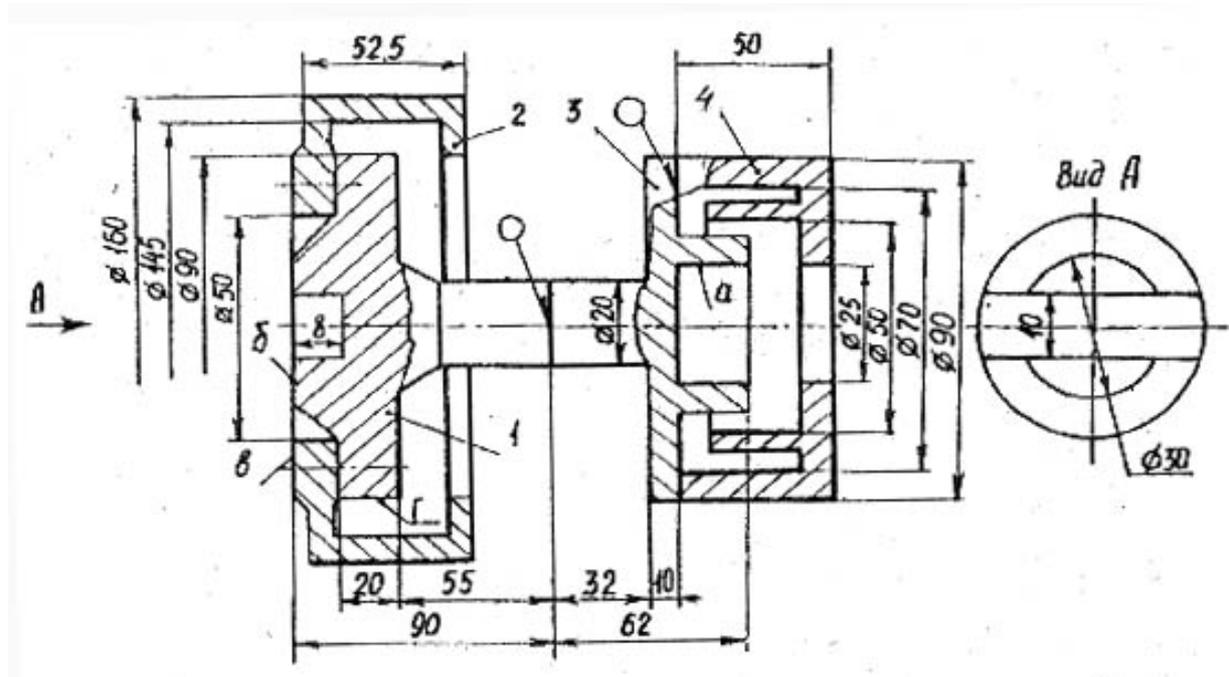

Рис. 7. Учебный узел 7
*Рис. 7.* Получить литьем заготовку детали 2 (материал КЧ 35-10, производство массовое), припуски нанести на поверхность "в" и поверхность, прилегающую к детали 1. Заготовку детали 1 (материал сталь 45, производство массовое) выполнить горячей объемной штамповкой. Припуски наносятся на все поверхности фланца 1, кроме хвостовика диаметром 20 мм. Обработать резанием поверхность "б" (шероховатость  $2.5V$ ), паз шириной 10 мм детали 1. Сварить деталь 1 с деталью 3, производство массовое.
*Рис. 7.* Заготовку детали (материал сталь 45, производство единичное) получить литьем, припуски нанести на торцевые поверхности диаметром 25 мм. Заготовку детали 3 (материал сталь 45, производство массовое) изготовить горячей объемной штамповкой, припуски наносятся на все шероховатости, обращенные к детали 4. Обработать резанием поверхность "а" детали 3 и поверхность "в" (шероховатость  $2.5V$ ) детали 2. Сварить детали 3 и 4 (производство единичное).